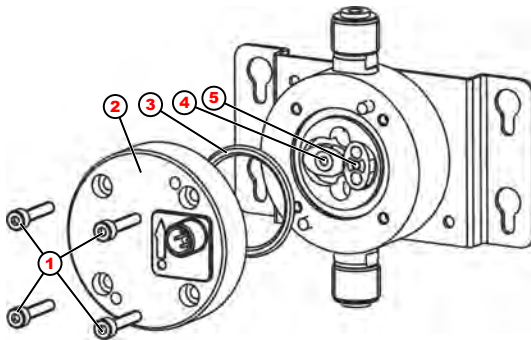

Abb. 21: Wartung
- 1.** Am Ovalradzähler die 4 Schrauben (Abb. 21, Pos. 1) herausdrehen.
- 2.** Deckel (Abb. 21, Pos. 2) abnehmen.
- 3.** Die beiden Ovalräder (Abb. 21, Pos. 4 + Pos. 5) entfernen und reinigen oder ersetzen.
Es wird empfohlen grundsätzlich die O-Ring-Dichtung (Abb. 21, Pos. 3) zwischen Deckel und Gehäuse zu erneuern.